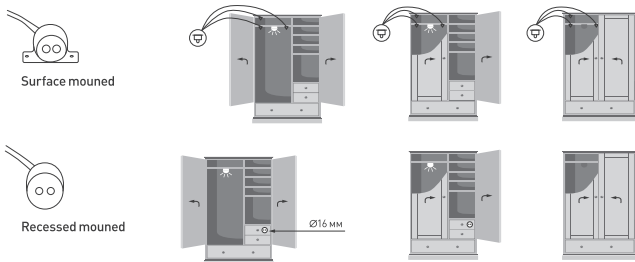

Рисунок 2. Установка ИК-датчика DOOR/HAND
- Датчик DOOR должен быть смонтирован т. о., чтобы дверь в закрытом положении находилась на расстоянии 0,5–10 см от лицевой стороны датчика (рис. 2). Свет будет включаться, когда любой из 3 датчиков будет открыт и выключаться при закрывании всех 3 датчиков. Для лучшего отражения ИК-сигнала от черных поверхностей наклейте на дверь небольшой отражающий элемент.